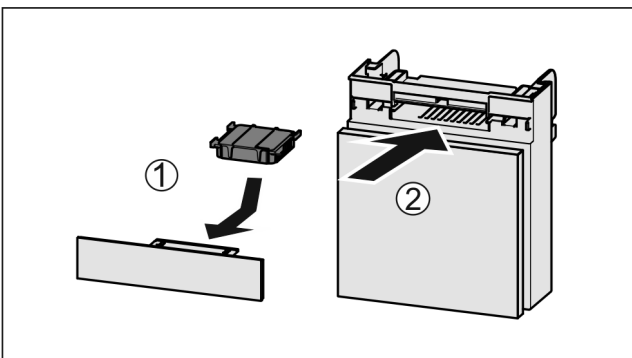

Fig. 150
- ▶ 按图装入 Fig. 150 (1)活性炭过滤器。
- ▶ 推入 Fig. 150 (2)抽屉。